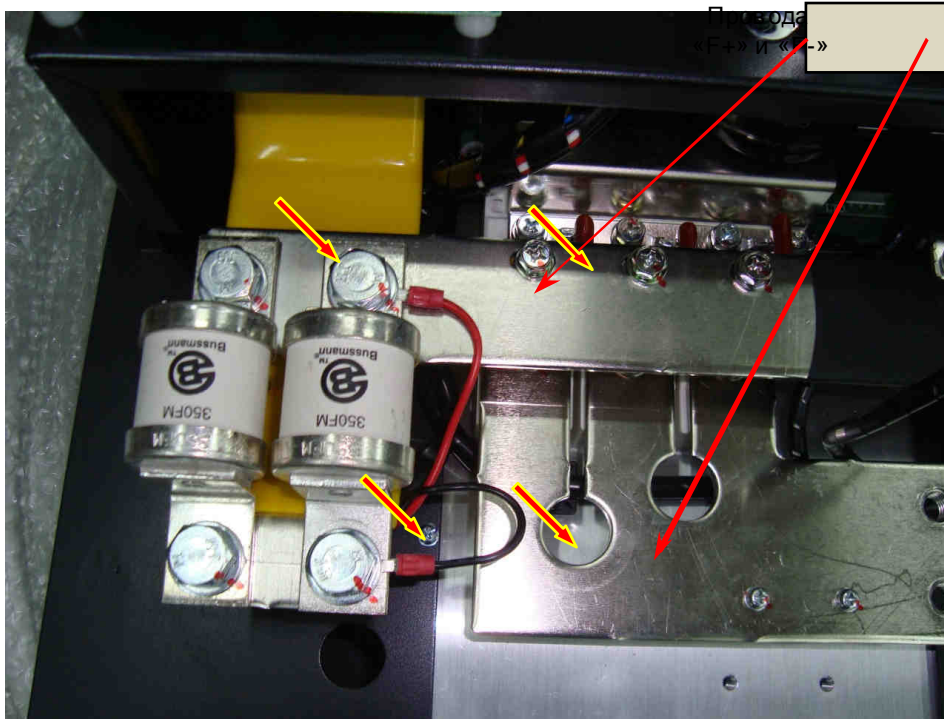

Рис. 7.26.
7.11.1. Установить силовые предохранители на их посадочные места, закрепив двумя болтами с шайбами. Под шайбы, соблюдая полярность, установить провода +F (красный) и -F (черный) контроля силового предохранителя (рис. 7.26).